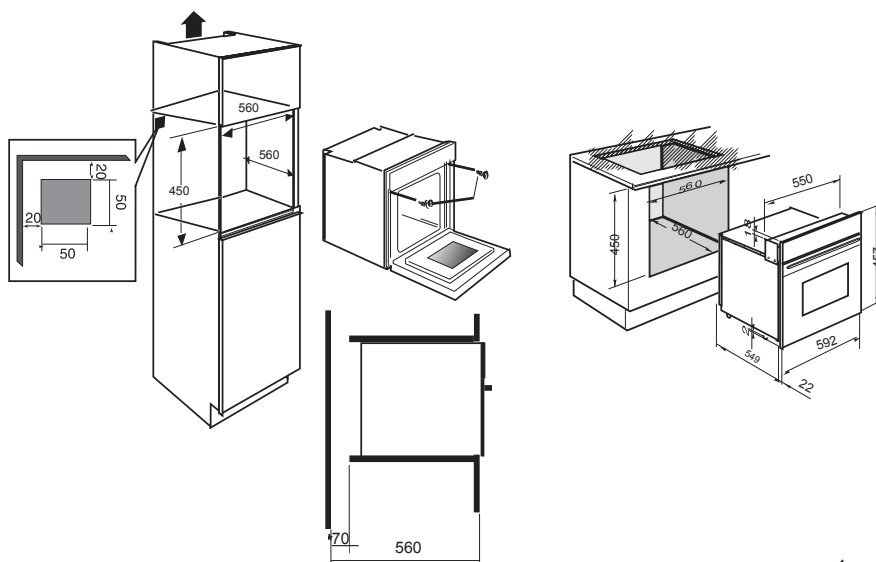

рис. 1
- Для большей устойчивости прикрепите духовой шкаф к мебели двумя винтами через отверстия, предусмотренные для этого в боковых стойках (Рис.1).
• АКССЕСУАРЫ**• Безопасная решетка (Рис.1)**